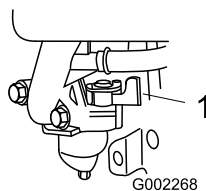

Figure 13
2. Ouvrez le robinet d'essence en tournant le levier vers la **droite** (Figure 13).